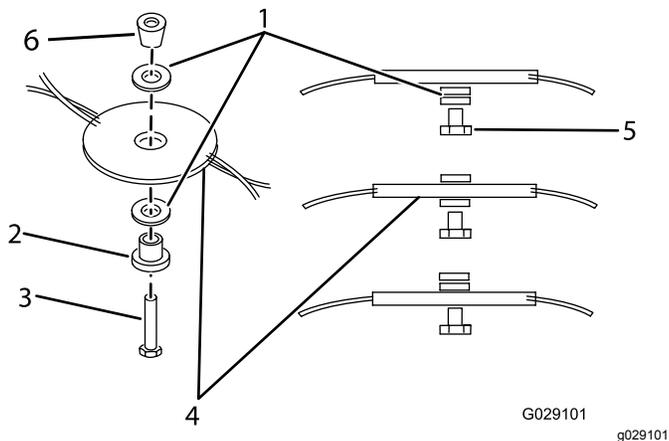

Рисунок 23
3. Снимите режущий диск, повернув крепежный болт против часовой стрелки (Рисунок 23); сохраните все крепежные детали.
5. Установите режущий диск, повернув крепежный болт по часовой стрелке (Рисунок 23), установите все крепежные детали.